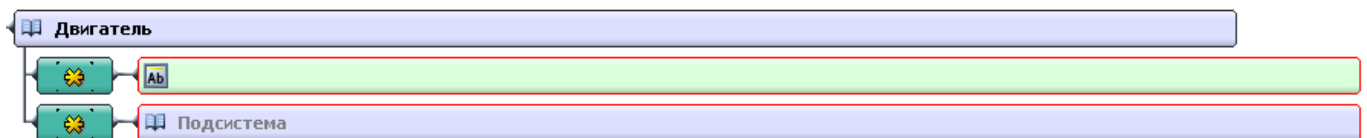

Рисунок 47
- 1) Для развертывания структуры системы нажмите на значок  в левой части прямоугольника элемента (рисунок 47).